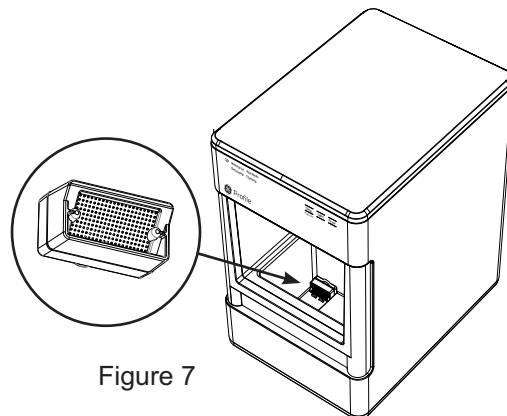

Figure 7
- Désinstallez tous les filtres en accessoire et remplacez le tamis à mailles fourni avec l'appareil. (Figure 7)